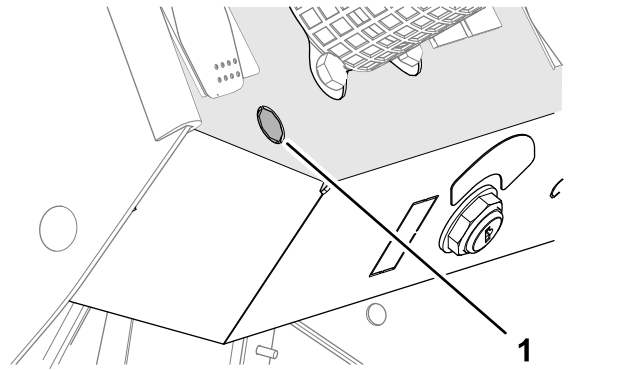

Figura 7
- Togliete il tappo a spinta dal cruscotto (Figura 7).